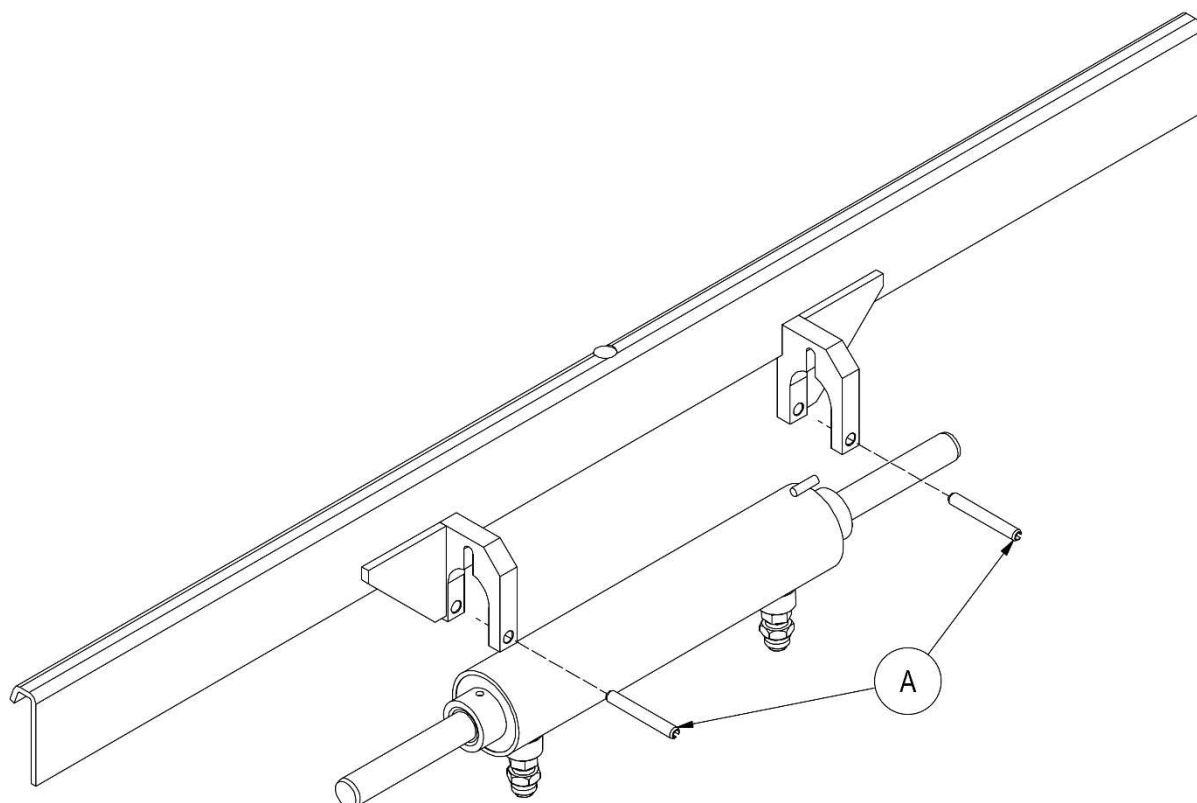

Figura 26
2. Rimuovere le spine elastiche **A** e togliere il cilindro dalla sede (vedi *Figura 26*).